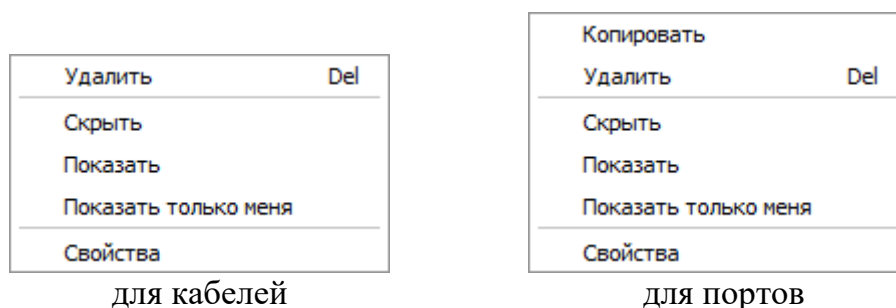

Рис. 149
16.6.4.1. Вид контекстного меню кабелей и портов показан на рис. 149.